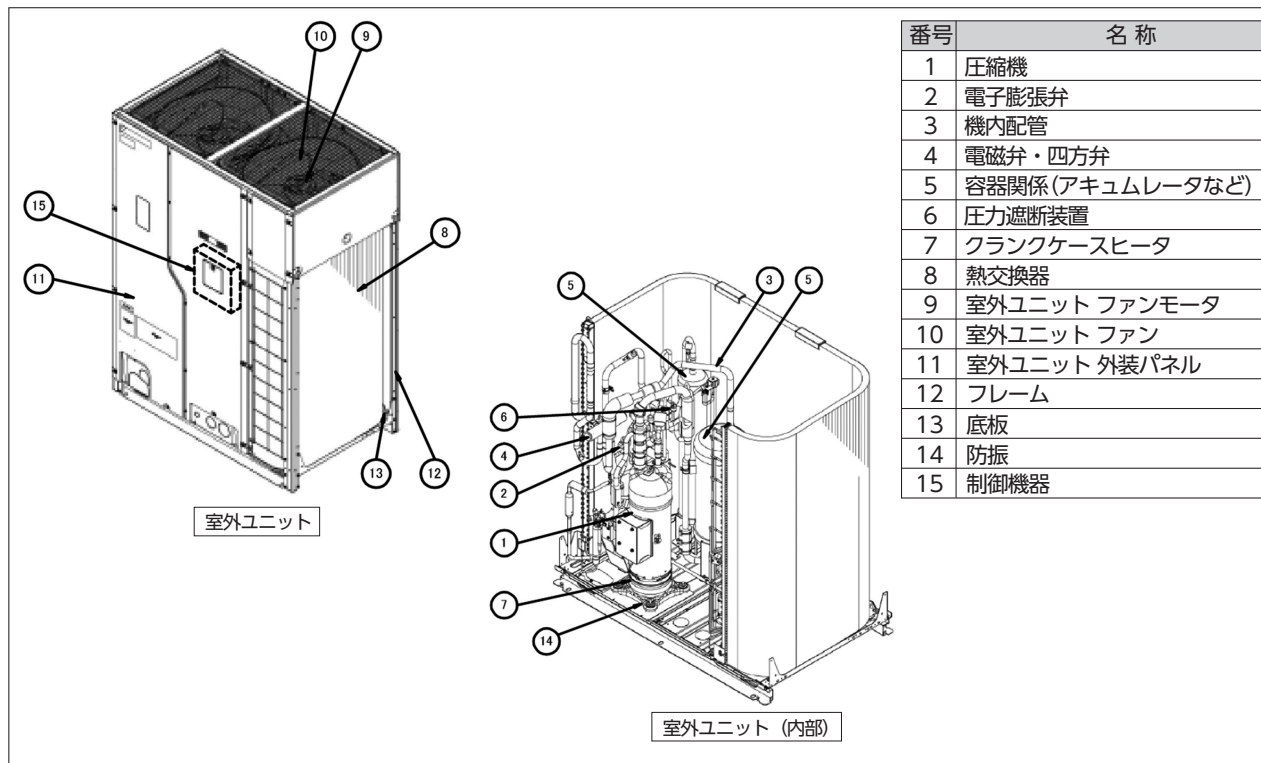

図3-24 時計未設定アイコン
- ・ワイヤードリモコンに時計未設定のアイコン(図3-24参照)が表示されている場合は、「時計設定」を行ってください。